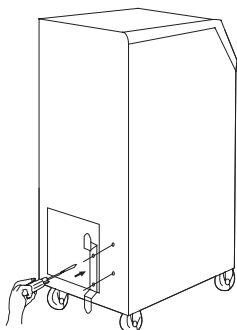

Figura 2
3. Utilice tornillos (que están en el interior de la caja de accesorios con el soporte del cable) para instalar el soporte del cable en el acondicionador de aire como se muestra en la Figura 2.